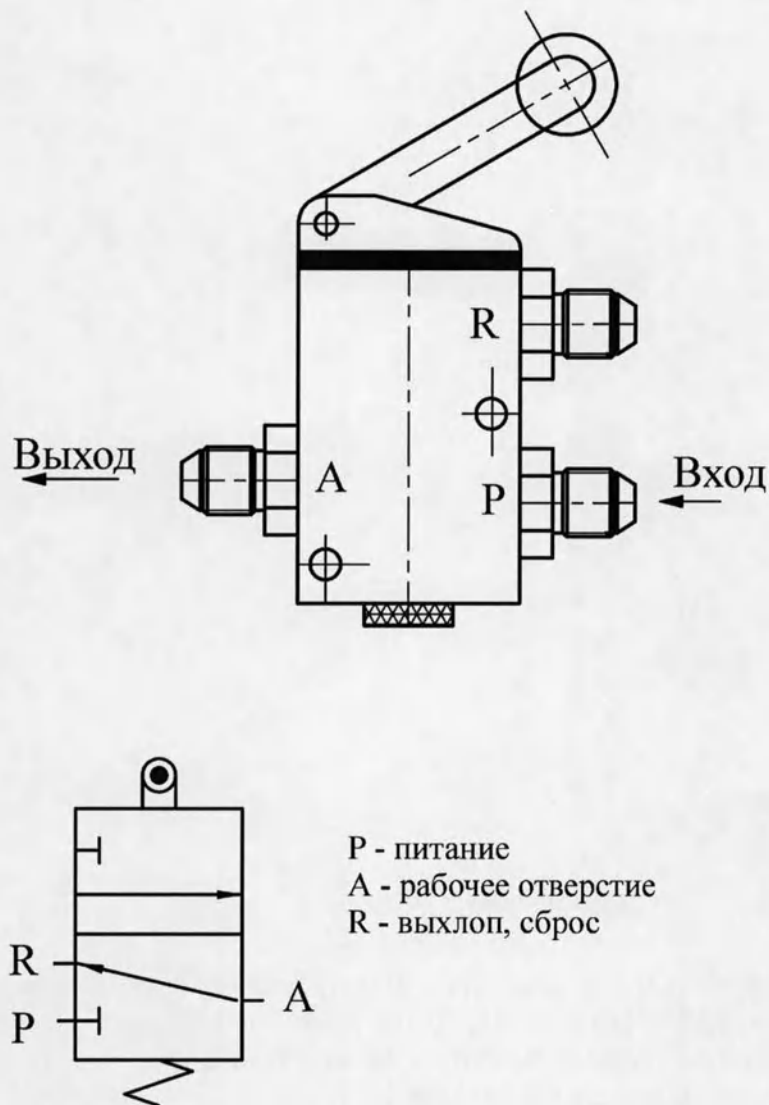

Рис.10
5.5. Клапаны блокировочные (поз. 51, 52, см. Рис.5) имеют три штуцера для подсоединения соответствующих магистралей и нажимное коромысло, которое возвращается в исходное положение, закрывая клапан, при снятии усилия. Внешний вид и схема клапана блокировочного приведена на Рис.10.